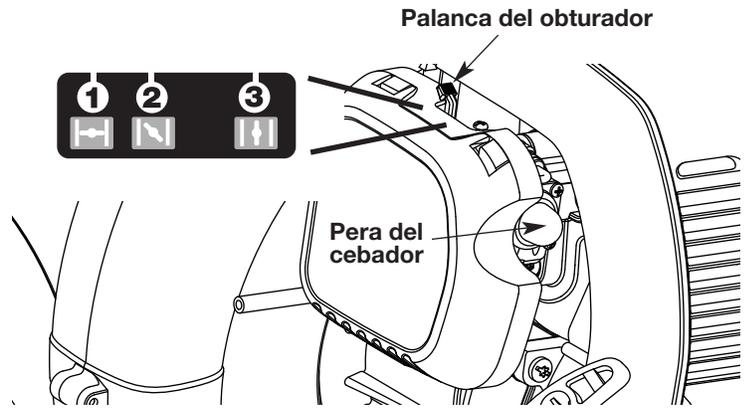
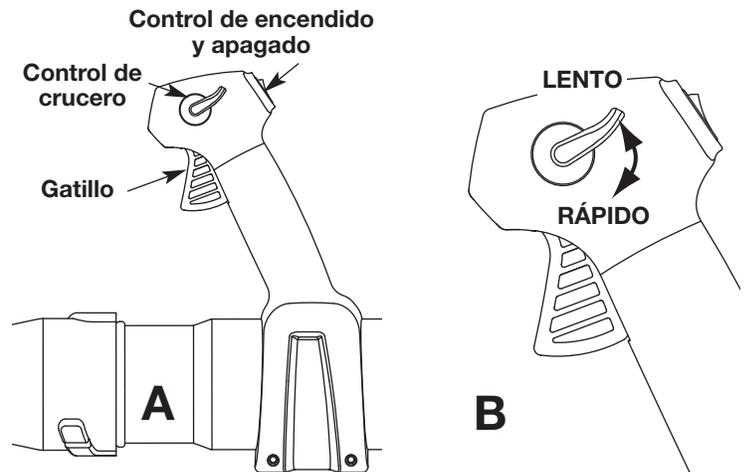
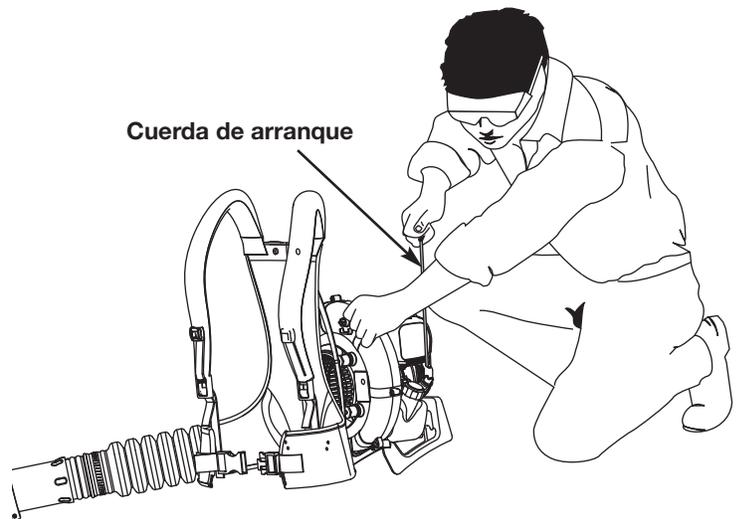

Fig. 14
Fig. 15
Fig. 16
ADVERTENCIA: Evite los arranques accidentales. Colóquese en posición de inicio cuando tire de la cuerda de arranque (Fig. 16). El operador y la unidad deben estar en una posición estable al arrancar la unidad para evitar graves lesiones personales. Para evitar lesiones personales graves, asegúrese de que los tubos de la sopladora estén colocados antes de hacer funcionar la unidad.
3. Oprima y suelte completamente la pera del cebador **10** veces, lentamente. Deberá verse alguna cantidad de combustible en la pera del cebador (Fig. 14). Si no se ve combustible en la pera, oprima la pera hasta que se vea el combustible.
4. Coloque la palanca del obturador en la **Posición 1** (Fig. 14).
NOTA: La unidad debe arrancarse en vacío. No apriete el gatillo hasta que el paso 8 (Fig. 15, A).
5. **No apriete el gatillo.** Colóquese en la posición de arranque (Fig. 16). Tire de la cuerda de arranque **5** veces en un movimiento controlado.
6. Coloque la palanca del obturador en la **Posición 2** (Fig. 14).
8. Apriete y sostenga el gatillo, o presione el control de crucero (Fig. 15, A), y permitir que el motor se caliente durante 30 a 60 segundos.
9. **Continuar oprime el gatillo.** Mover la palanca del obturador a la **Posición 3** (Fig. 14) y continuar el calentamiento del motor por un período adicional de 60 segundos. Durante este tiempo la unidad puede ser utilizada.
2. Oprima y mantenga oprimido el Control de encendido y apagado en la posición APAGADO (O) hasta que el motor se detenga por completo (Fig. 15, A)
1. Una vez que el motor haya arrancado y esté caliente, oprima el gatillo para acelerar la unidad según sea necesario (Fig. 15, A).
2. Para períodos de funcionamiento más prolongados y para eliminar la posibilidad de fatiga en el dedo, mueva el control de crucero hacia la posición RÁPIDO para aumentar poco a poco o mantener la velocidad del motor de la unidad (Fig. 15, B). Cuando se oprima el control de crucero, el gatillo retrocederá hacia la manija.
3. Para disminuir la velocidad del motor, mueva el control de crucero hacia la posición LENTO y el gatillo regresará a la posición de marcha en vacío (Fig. 15, B).
NOTA: La unidad debe arrancarse en vacío. No apriete el gatillo hasta que el paso 10 (Fig. 15, A).
5. Agáchese en la posición de arranque (Fig. 16). Inserte el arrancador eléctrico o el Power Start Bit™ en la parte trasera de la unidad (Fig. 32). Consulte la sección de Operación del manual del operador del Arrancador Eléctrico o Accesorio de Arranque Eléctrico Opcional Power Start Bit™.
6. **No apriete el gatillo.** Apriete y sostenga el botón de ENCENDIDO (I) del arrancador eléctrico o taladro durante 2 segundos.
7. Coloque la palanca del obturador en la **Posición 2** (Fig. 14).
8. **No apriete el gatillo.** Apriete y sostenga el botón de ENCENDIDO (I) del arrancador eléctrico o taladro durante 2 segundos, hasta que la unidad arranque.
10. Apriete y sostenga el gatillo, o presione el control de crucero (Fig. 15, A), y permitir que el motor se caliente durante 30 a 60 segundos.
11. **Continuar oprime el gatillo.** Mover la palanca del obturador a la **Posición 3** (Fig. 14) y continuar el calentamiento del motor por un período adicional de 60 segundos. Durante este tiempo la unidad puede ser utilizada.
- Use la control de cruceo (Fig. 15) para mantener el gatillo oprimido mientras esté trabajando para facilitar el funcionamiento continuo.